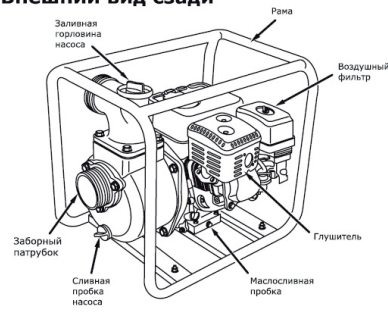

рис. 1
Бензиновая мотопомпа состоит из четырехтактного двигателя внутреннего сгорания с воздушным охлаждением, непосредственно соединенным с центробежным насосом. (рис. 1)
**ПРИМЕЧАНИЕ!** рис. 1 может отличаться от внешнего вида мотопомпы